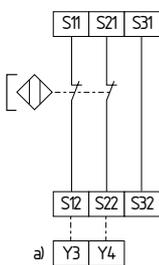

Fig. 18
**Câblage à deux canaux d'interrupteurs de sécurité magnétiques selon EN 60947-5-3 (Fig. 18)**